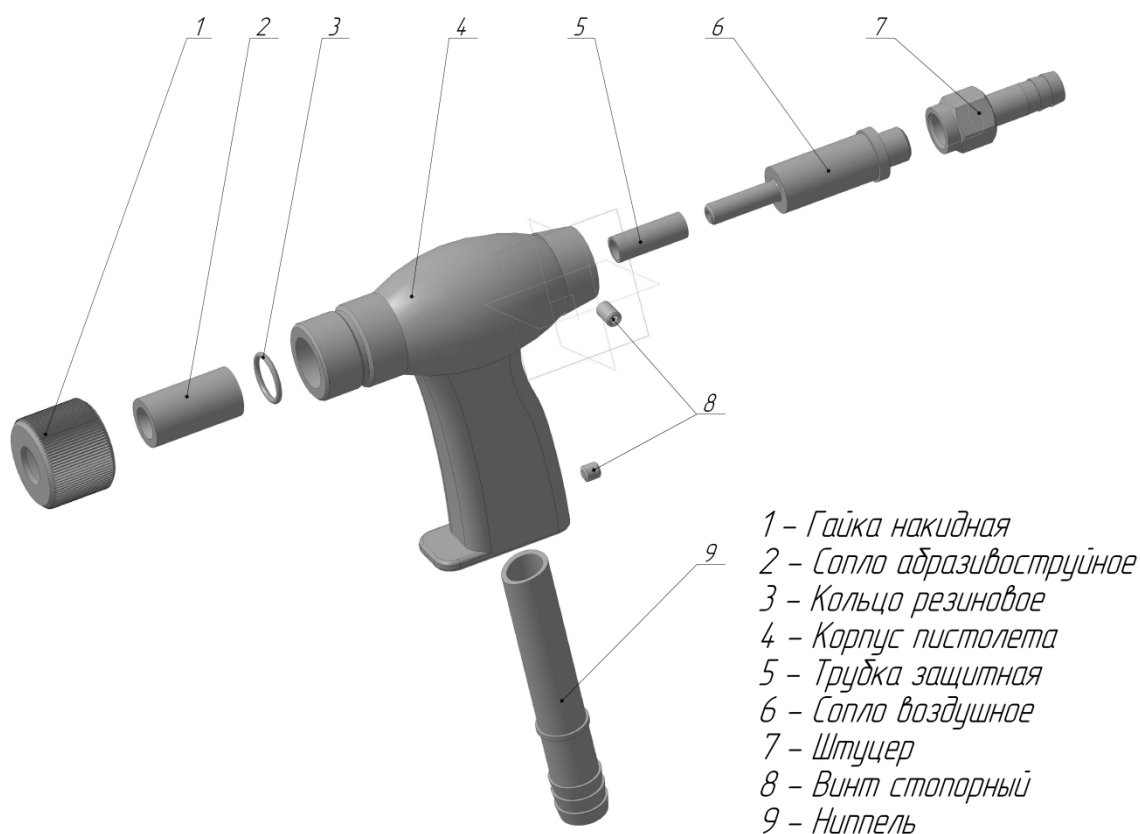

Рис.3. Абразивоструйный пистолет.
5.3. Подача воздуха к струйному пистолету 1 (рис.3) производится через фильтр-регулятор при открытии пневматического клапана (закрыта дверь), при нажатии педали 11. Благодаря устройству струйного пистолета 1 под воздушным соплом создается разрежение, и абразивный материал подается по струйному шлангу из бункера камеры.
6.6 Воздушное сопло 6 (рис.3) вставляется в корпус 4 и фиксируется винт стопорный 8. На поверхности воздушного сопла 6 находятся две установочные метки (риски). Сопло 6 следует вставлять в корпус до уровня, находящегося между двух меток.